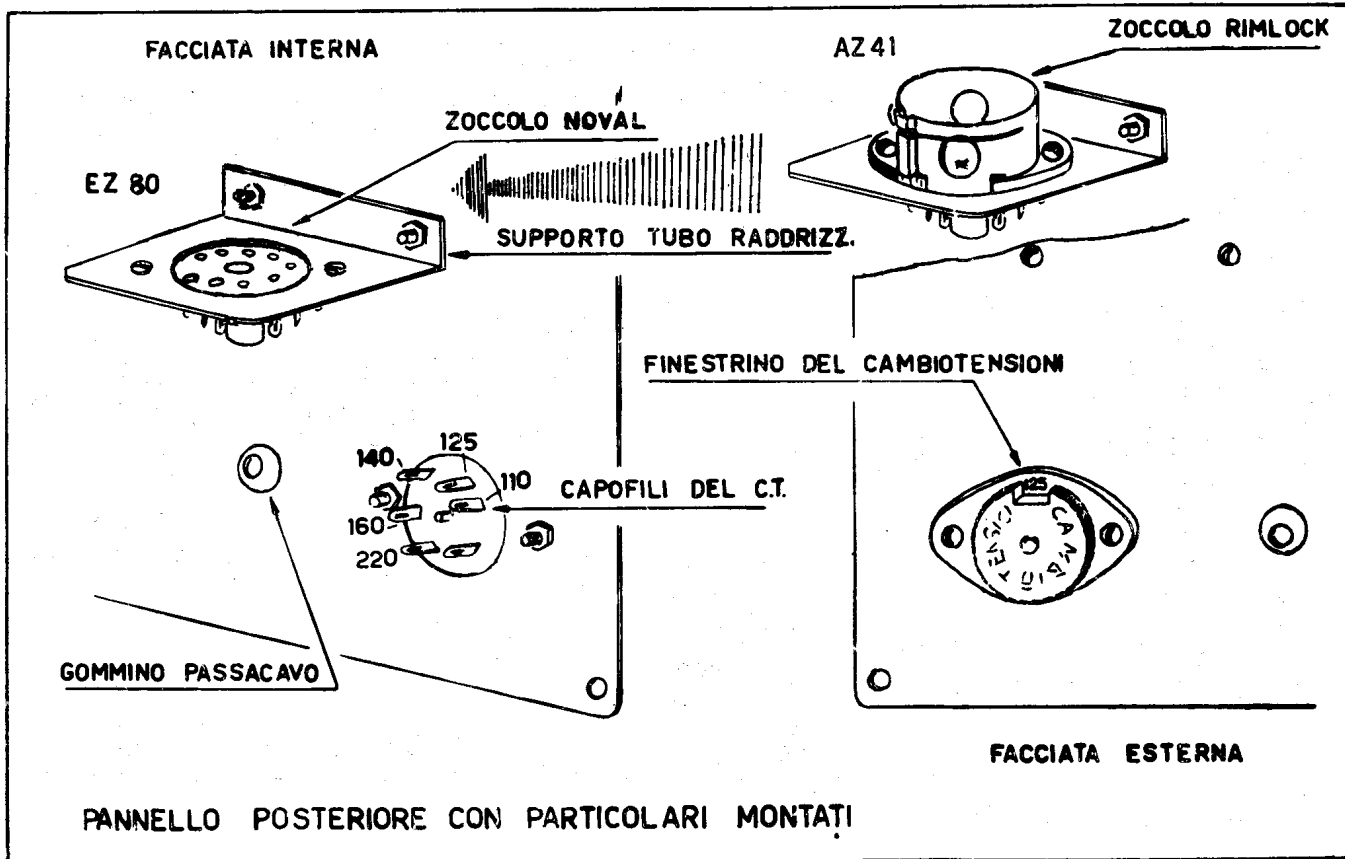

Fig. 5
- b) - FISSI IL CAMBIAMENTONI SULLA FACCIATA ESTERNA DEL PANNELLO MEDIANTE DUE VITI, AVENDO CURA CHE LE TESTE APPAIANO SULLA FACCIATA ESTERNA (fig.5).
Se non vi sono indicazioni particolari, quando si parla di viti, si intendono le viti di ferro di 3 mm di diametro e di 10 mm di lunghezza con la testa tonda. Il cambiatensioni è un dispositivo di commutazione per adattare il primario del trasformatore alla tensione di rete. Ad ogni capofilo fa capo una presa del primario del trasformatore di alimentazione e ruotando la corona zigrinata, che appare sull'esterno del cambiatensioni, si commuta la rete sulla presa primaria più opportuna : nella finestrina del cambiatensioni appare un numero che indica il valore della tensione di rete per la quale si ha il corretto funzionamento. In fig. 5 sono rappresentati tutti i particolari descritti ; puo' notare che il cambiatensioni è appoggiato sulla facciata esterna del pannello ed i capofili sporgono verso l'interno.
c) - INTRODUCA NELL'APPOSITO FORO DI 9 mm IL GOMMINO PASSACAVO (fig. 5).
e) - AVVITI IL SUPPORTO DEL TUBO RADDRIZZATORE SULLA FACCIATA INTERNA DEL PANNELLO POSTERIORE, NEL PUNTO INDICATO IN FIG.5, MEDIANTE DUE VITI DI 5 mm DI LUNGHEZZA.